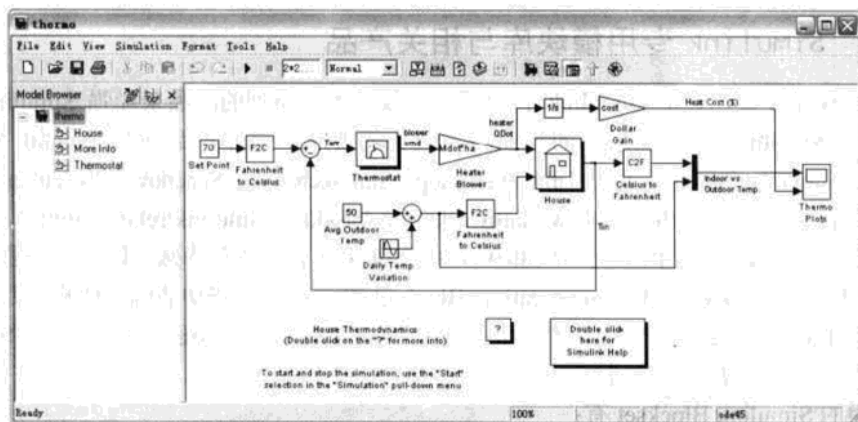
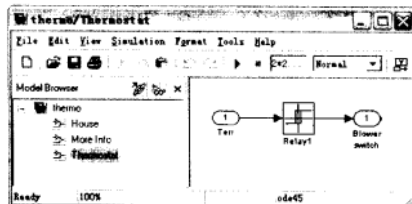
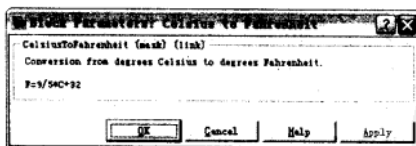
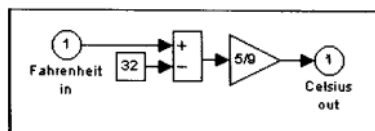

图 1.1 房屋热传递演示模型
图 1.4 Thermostat 子系统模型
图 1.5 温度转换精细封装子系统
图 1.6 温度转换子系统构造
直接打开演示程序模型窗口，这个命令会启动 Simulink，打开模型如图 1.1 所示。
(3) 在第(2)步中，打开模型的同时会弹出 Thermo Plots 的 Scope 窗口。如果在弹出时关闭了，可以通过双击图 1.1 中最右侧的 Thermo Plots 模块重新打开。
Thermostat 子系统是对温度调节器进行建模，设置开与关。双击 Thermostat 子系统可得到如图 1.4 所示模型。室内室外的温度都必须从华氏度(°F)转换到摄氏度(°C)，转换公式： $C=5 \times (F-32)/9$ 。在图 1.1 中双击 Celsius to Fahrenheit 模块会弹出如图 1.5 所示的对话框。图 1.5 是被精细封装的子系统，在后面的章节会讲解如何创建封装子系统，此子系统详细构造如图 1.6 所示。